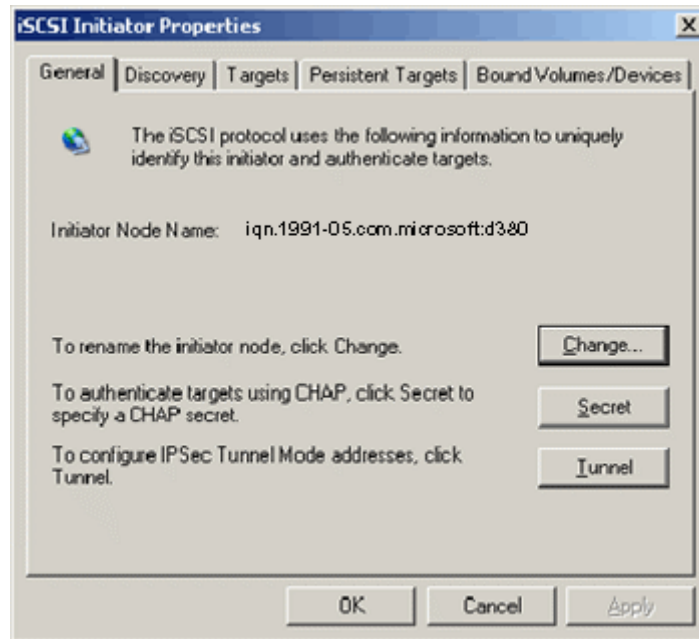

Figura 10-6. Propriedades do iniciador iSCSI: Página geral
2. Configure o nome IQN do iniciador de acordo com a sua configuração. Nas Propriedades do Iniciador iSCSI, na página General (Geral) (consulte Figura 10-6), clique em **Change** (Alterar).